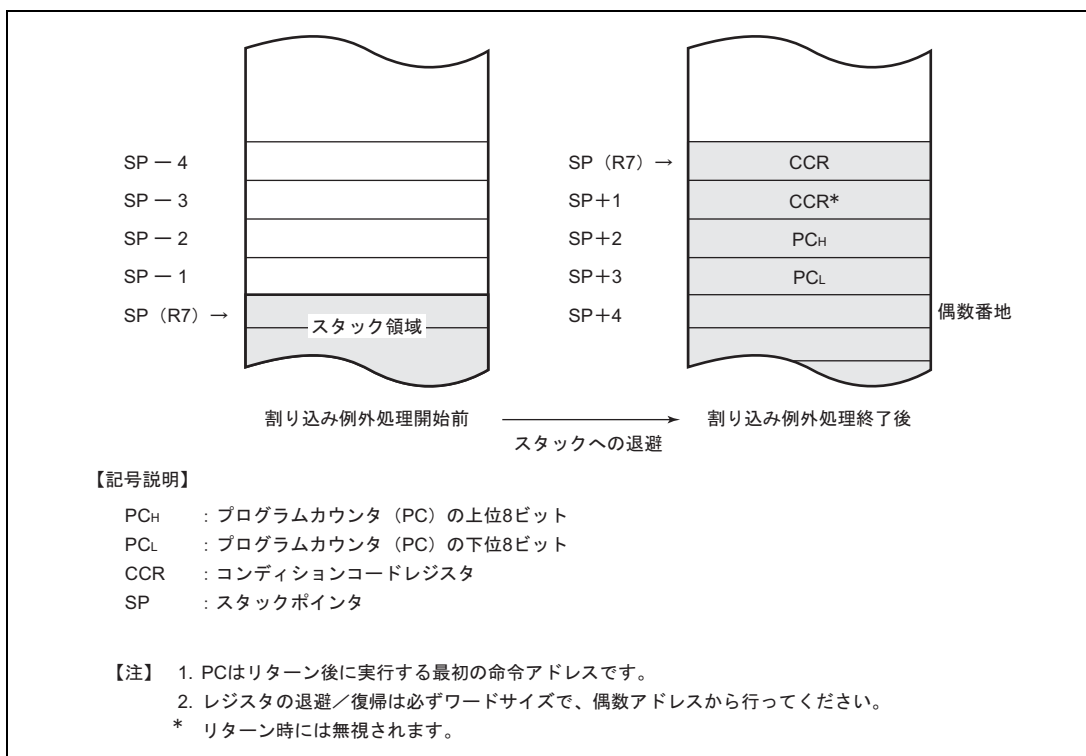

図 3.4 割り込み例外処理終了後のスタック状態
5. 割り込み要求が受け付けられると、そのとき実行中の命令の処理が終了した後、PC と CCR がスタック領域に退避されます。このときのスタックの状態を図 3.4 に示します。スタックされる PC は、リターン後に実行する最初の命令のアドレスを示しています。